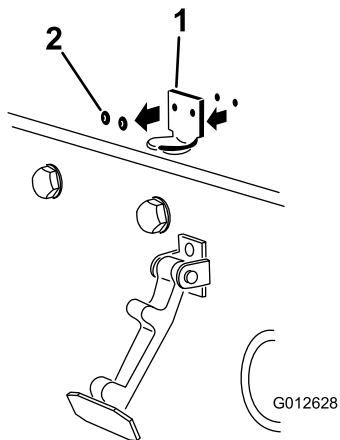

図 12
2. フードラッチブラケットをフードに固定しているリベット (2本) を外す (図 12)。フードからフードラッチブラケットを取り外す。